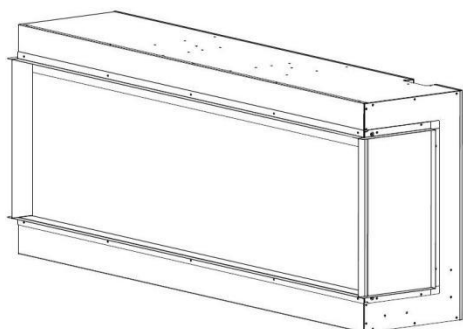

Fig.2-1
1. A lareira é fixada com barras de proteção e painéis nos lados esquerdo e direito. Fig. 2-1, 2-2